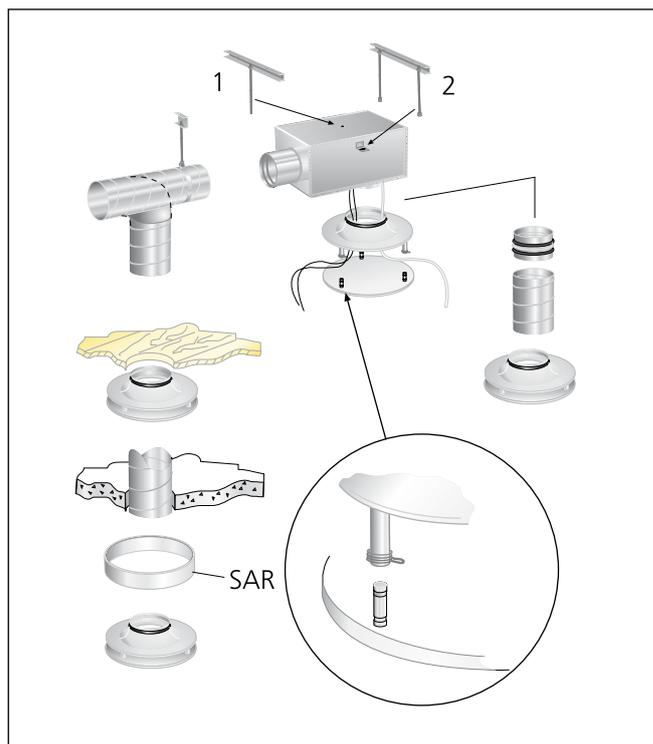

Рис. 1. Монтаж.
**МОНТАЖ (см. рис. 1)**
Впускной соединительный нипель диффузора крепится к воздуховоду с помощью глухих заклепок. Лицевая панель снимается поворотом на 1/4 оборота пружин, зажимающих штырьки лицевой панели (см. рис. 1). При использовании камеры статического давления ALS возможно удлинение патрубка между ALS и диффузором с помощью стандартного воздуховода длиной до 500 мм. Измерительный нипель и регулировочные шнуры заслонки удлинять не нужно.
**НАЛАДКА с ALS (см. рис. 1)**
**УХОД (см. рис. 1)**